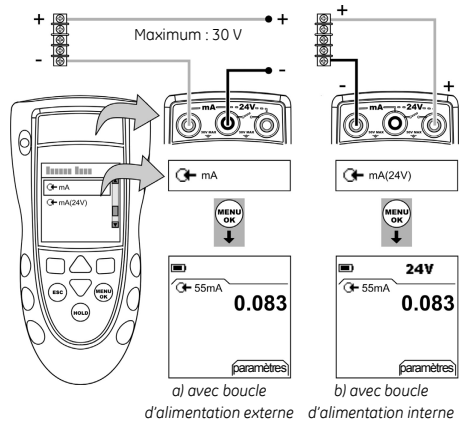

Figure 4 : Exemple de configuration - Mesure de courant (mA)
1. Brancher l'instrument (Figure 4) et, si nécessaire, régler la *Configuration* (Tableau 1).
1. Connecter l'instrument à l'équipement d'étalonnage (Figure 4).